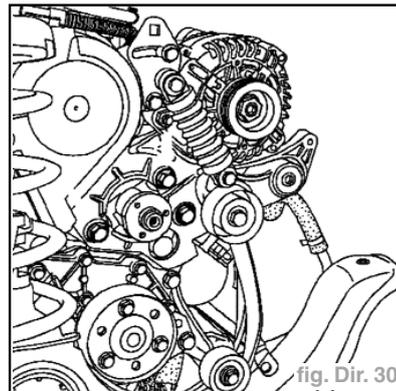

fig. Dir. 30
- les trois vis de fixation de la pompe (fig. Dir. 30).